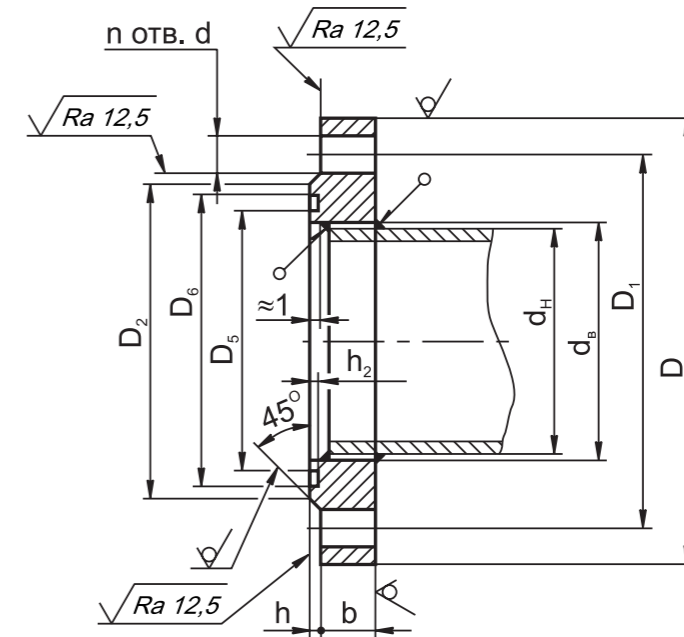

Рис. 10-56. Размеры ответных фланцев для фильтров с присоединительными фланцами PN 16
Размеры ответных фланцев приведены на рис. 10-56.
1. Монтаж фланцевых соединений выполнить с применением прокладок из резины МБС средней твердости (Рис. 10-57). Ответные фланцы - стальные приварные по ГОСТ 33259-2015 (Рис. 10-56).